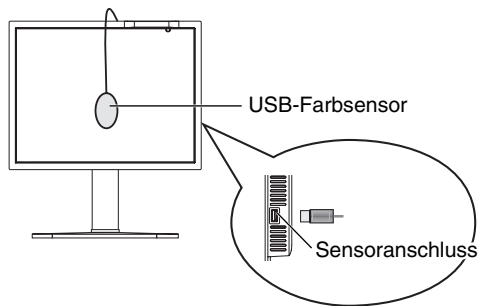

Abbildung S.1
1. Um das Menü KALIBRIERUNG anzuzeigen, schließen Sie den optischen USB-Farbsensor am Sensoranschluss an (**Abbildung S.1**)*¹, oder wählen Sie im erweiterten Menü die Option EIGENSTÄNDIGE KALIBRIERUNG aus (Seite 25).
4. Sie werden aufgefordert, den USB-Farbsensor in der Mitte des Bildschirms zu platzieren (**Abbildung S.3**). Neigen Sie den Monitor um etwa 5 Grad nach hinten, und platzieren Sie den USB-Farbsensor in der Mitte des Bildschirms (**Abbildung S.1**).